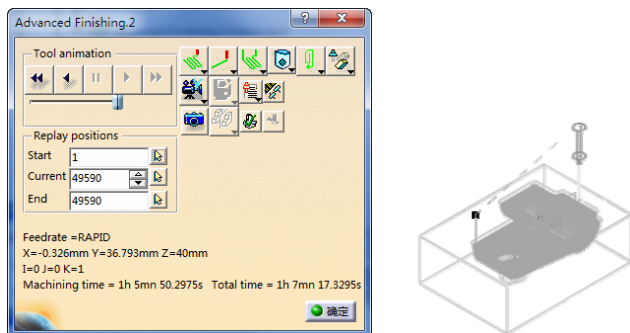
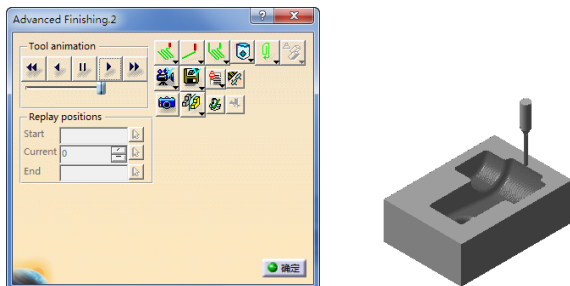

图 3-156 刀具路径轨迹（9）
图 3-157 实体切削仿真 (9)
- 单击“Advanced Finishing.2”对话框中的 Tool Path Replay 按钮, 弹出“Advanced Finish.1”对话框，同时在图形区显示刀具路径轨迹（9），如图 3-156 所示。
- 单击图 3-156 所示对话框中的 View from last result 按钮, 然后单击 Forward replay 按钮, 显示实体切削仿真 (9), 如图 3-157 所示。